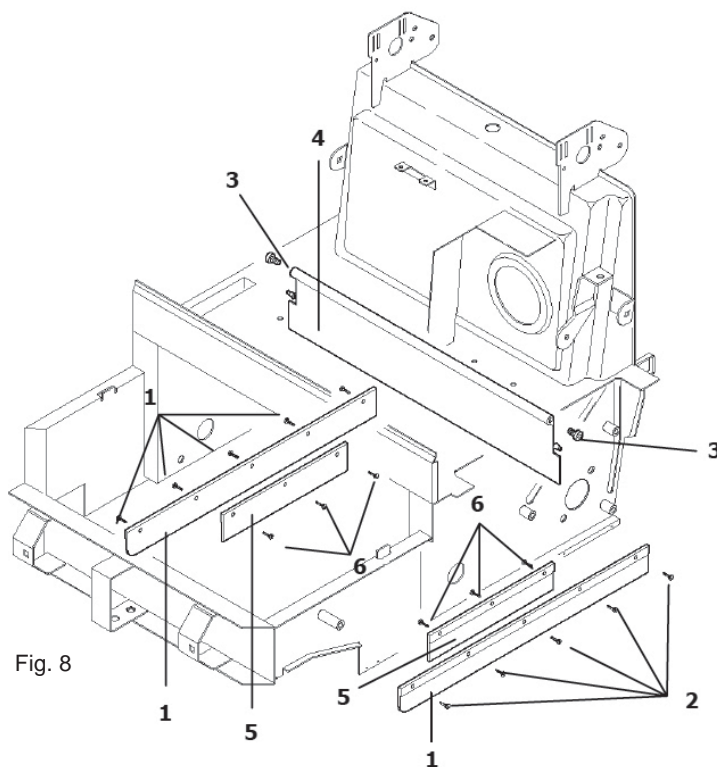

Fig. 8
Avlägsna bakhjulen för att byta sidoskydden (pos. 1 fig. 8). Skruva loss fästskruvarna som fäster skydden till ramen (pos. 2 Fig. 8) och byt dem mot nya.
För att byta de invända sidoskydden (pos. 5 Fig. 8) lyft maskinens frandel och skruva loss skruvarna (pos. 6 Fig. 8) som fäster skydden till ramen. Byt dem med de nya.
- Skruva loss de två fäststiften (pos. 3 Fig. 8) på sidorna av ramen.
- Ta tag i och dra i skyddet (pos. 4 Fig. 8) inåt maskinen.